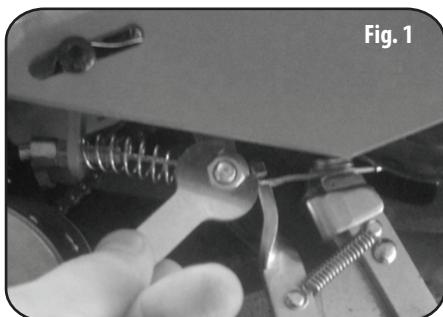

Fig. 1
1. Tenez le ressort et réservez un espace de 2 à 3 mm. Serrez fermement le câble du frein et serrez l'écrou (fig. 1).